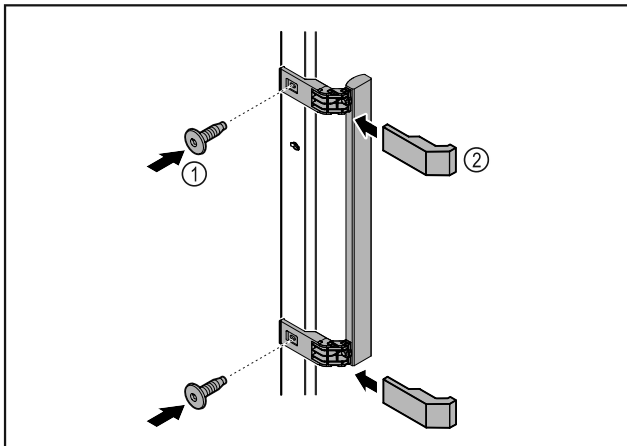

Fig. 9
- ▶ Установите на двери ручку из набора принадлежностей, используя прилагающиеся винты Fig. 9 (1).
- ▶ Установите крышку Fig. 9 (2).